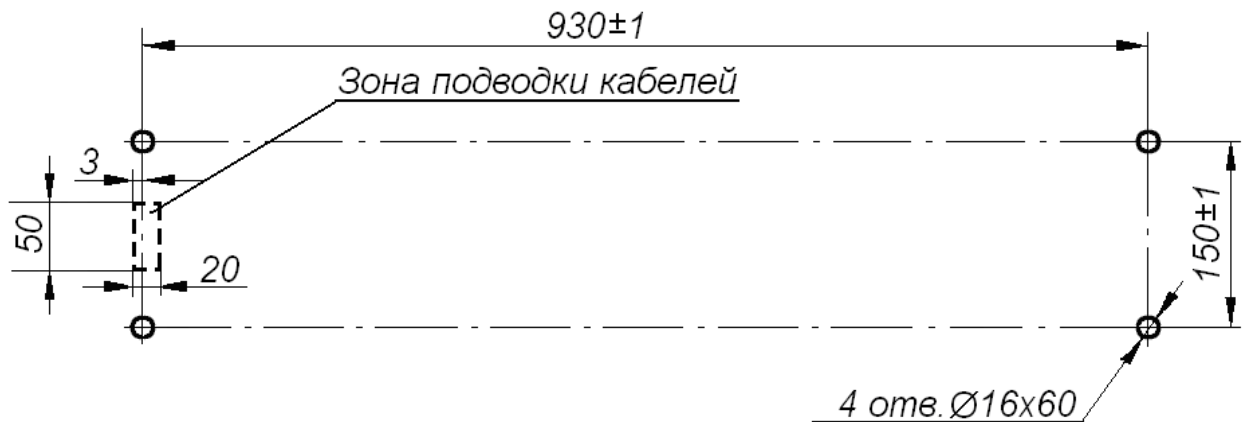
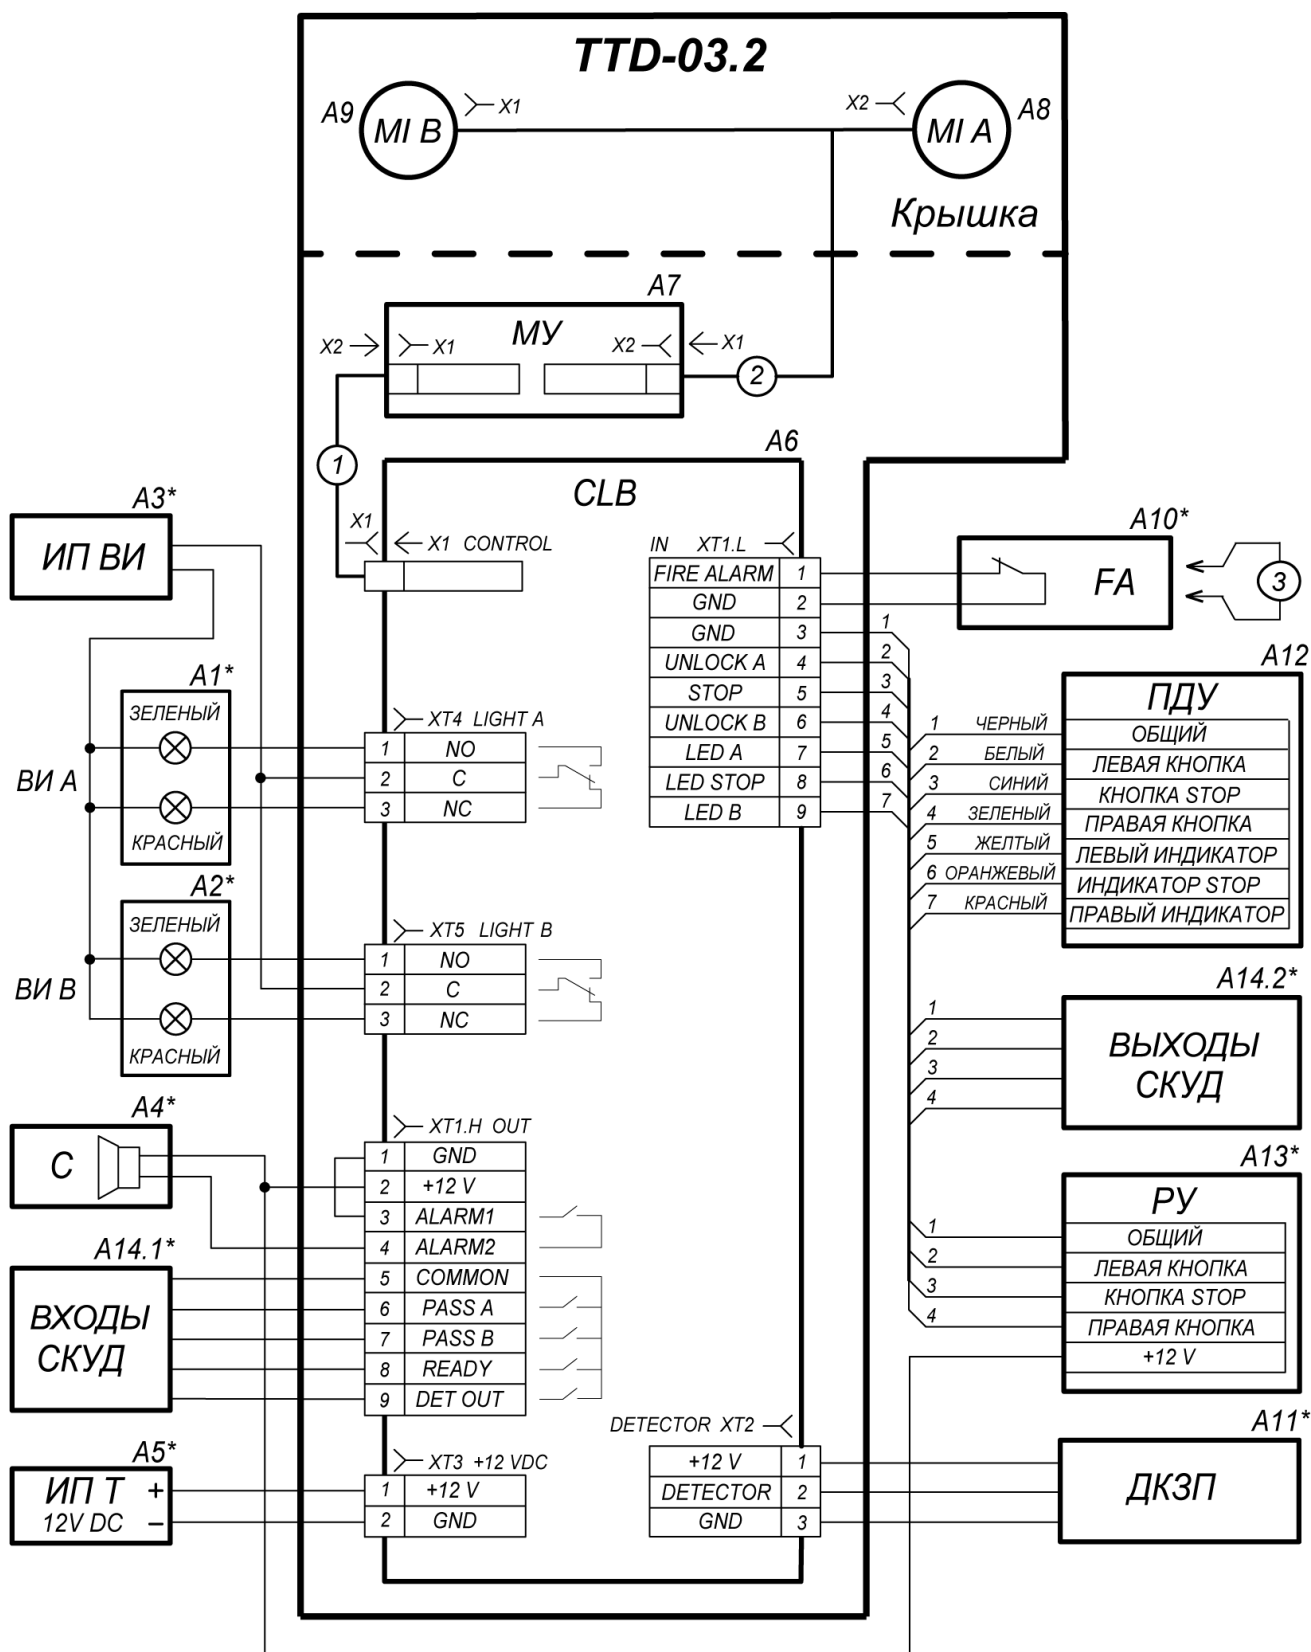

Рисунок 11. Схема разметки отверстий для крепления стойки турникета¹
Рисунок 13. Схема электрическая соединений¹
- производить разметку установочных отверстий в соответствии с рис. 11;
Схема подключения турникета приведена на рис. 13. Расположение клеммных колодок на плате управления указано на рис. 4. Используемые при монтаже кабели указаны и их максимальная длина указаны в разд. 8.3. Рекомендации по подготовке установочной поверхности и организации зоны прохода приведены в разд. 8.1.
3. При необходимости прокладки кабелей под поверхностью пола подготовьте в полу кабельный канал, подходящий к зоне подводки указанных кабелей к стойке (рис. 11).
6. Для доступа к крепежным отверстиям основания стойки турникета снимите обе стенки внешние (2) в следующем порядке. С обеих сторон стойки турникета открутите рожковым ключом S10 две гайки M6 на кронштейне, фиксирующие верхнюю часть стенки внешней (2) на стойке турникета, после чего снимите стенку внешнюю, приподняв ее вверх. При этом внизу откроется доступ к крепежным отверстиям на основании.
8. Все подключения к плате CLB выполняйте в соответствии со схемой электрических соединений (рисунок 13). Прокладка кабелей внутри стойки турникета показана на рисунке 12.
10. Подключите кабель питания (10) от источника питания турникета к клеммной колодке XT3 на плате CLB. Подключите кабель ПДУ к клеммной колодке XT1.L на плате CLB. Подключите, при необходимости, кабели от других устройств к соответствующим клеммным колодкам платы CLB (см. рис. 13). При подключении устройства, подающего команду аварийной разблокировки, снимите перемычку в виде провода, установленную между контактами *Fire Alarm* и *GND* клеммной колодки XT1.L (*In*).
позиции A4, A6 – A9, A11 – см. рисунок 13.